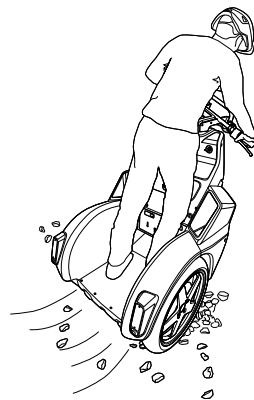

図 21: トラクションの小さい路面を避ける
- 雪、氷、濡れた床、濡れた草地など、トラクションの小さい、滑りやすい路面では、トラクションが失われる可能性があるため、運転しないでください(図 21)。